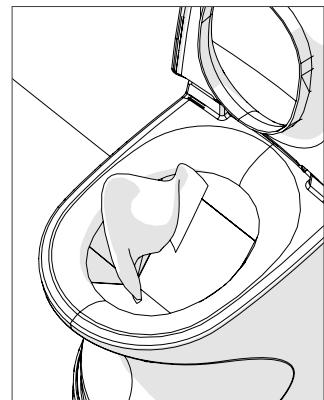

Bild 8
- Rengör skålen med en mjuk trasa (bild 8). Det går också att använda papper som kan släppas ner i bränkkammaren efter rengöring. Stäng sedan toalettlocket. Luckan till bränkkammaren stängs.